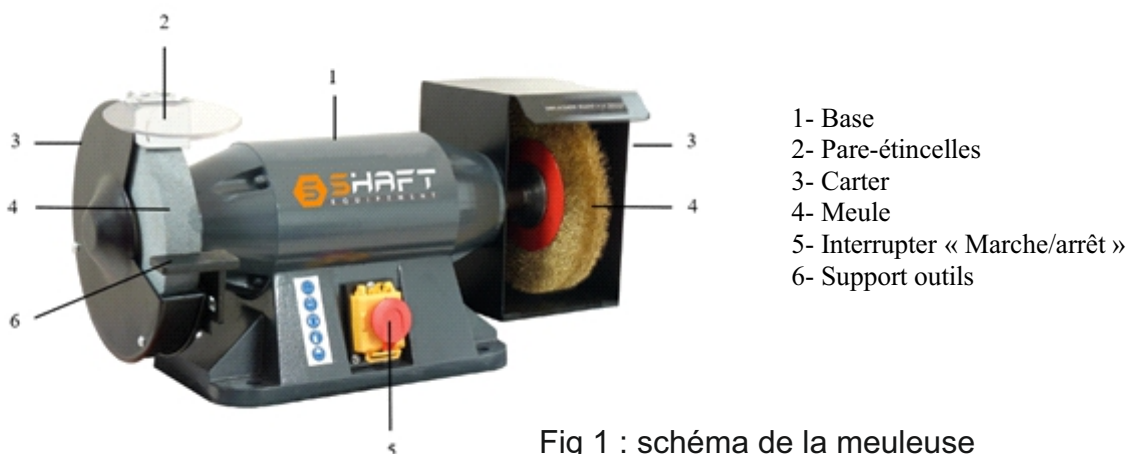

Fig 1 : schéma de la meuleuse
1. Fixer les pare-étincelles (2 fig.1) sur les carters des meules (3 fig.1) et les régler à 5 mm au maximum du bord périphérique des meules.
2. Extraire du sachet contenu dans l'emballage les écrans de protection transparents (4 et 9 fig.1) puis les fixer sur les pare-étincelles (2 fig.1) et les régler de façon à protéger l'opérateur.
3. Fixer les supports d'outils (6 fig.1) sur les carters des meules (4 fig.1) et les régler à 2 mm au maximum du bord périphérique des meules.